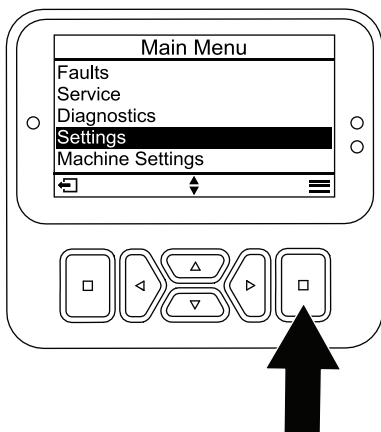

Figure 21
1. Depuis le MENU PRINCIPAL, naviguez jusqu'au menu RÉGLAGES et appuyez sur le bouton de sélection (Figure 21).